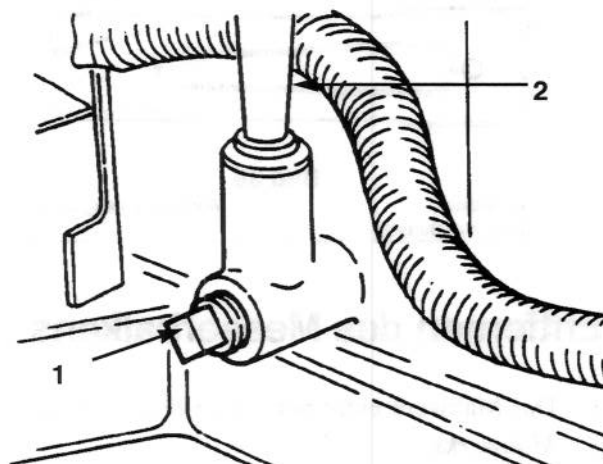

Bild 34
4. Eine Ölwanne unter Ölmeßstab/Füllrohr stellen und die Ablassschraube entfernen (Bild 34).